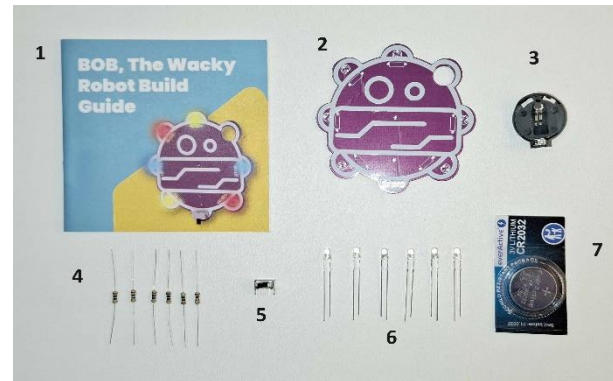

Fig.4
- PCB-ul **Bob**(fig.4, item 2);
- 1 x Soclu baterie(fig.4, item 3).
- 6 x Rezistor 10 Ω (fig.4, item 4);
- 1 x Minicomutator(fig.4, item 5);
- 6 x LED 3mm multicolor(fig.4, item 6);
- 1 x Baterie de 3V tip CR 2032(fig.4, item 7);